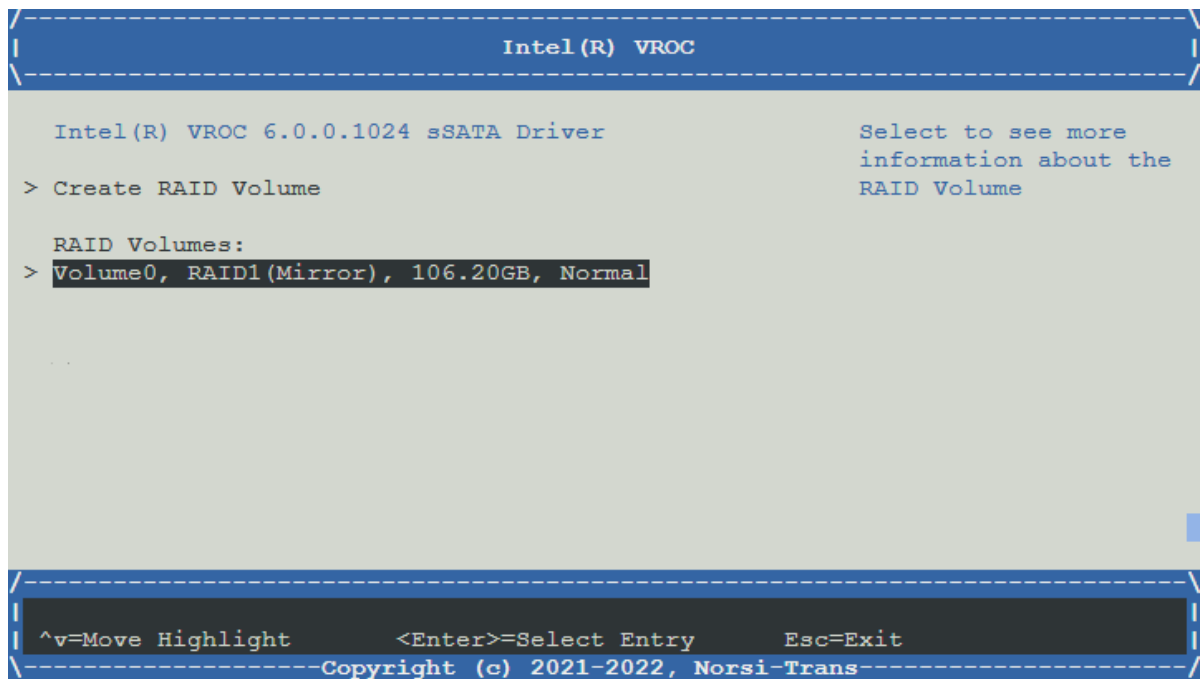

Рис. 63. Меню Intel (R) VROC с RAID1 (Mirror)
- 6) Вернитесь во вкладку «Intel(R) VROC» и убедитесь в создании зеркала <RAID1 (Mirror)>. Окно показано на рис. 63 Меню Intel \(R\) VROC с RAID1 \(Mirror\).